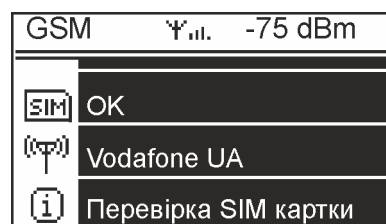

Рис. 5.6 – Приклад індикації стану GSM модему на головній сторінці
5.6.3 Якщо в параметрах контролера (P104, табл. 5.10) встановлено підключення GSM модему для передачі даних, то в структуру головної сторінки індикації додається ще один екран – «GSM» (рис. 5.6). Опис роботи з GSM модемом у п. 5.11.2.